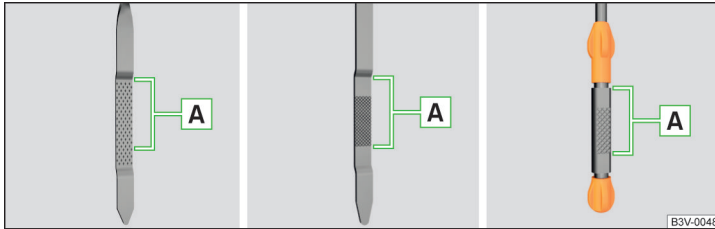

Abb. 239 Ölmessstabvarianten
Der Ölstand muss im Bereich  liegen » Abb. 239. Liegt der Ölstand unterhalb des Bereichs , das Öl nachfüllen.
- Der Ölstand darf keinesfalls außerhalb des Bereichs  liegen » Abb. 239 - anderenfalls besteht die Gefahr der Beschädigung des Motors sowie der Abgasanlage.